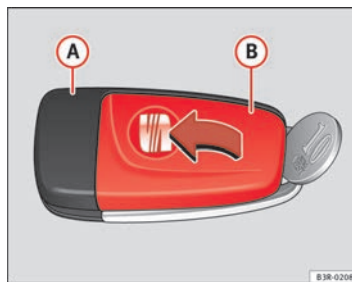

Fig. 69 Llave principal: Abrir la tapa
- Separe **con cuidado**, haciendo palanca con una moneda, la parte de la llave ⇒ fig. 69 A y la tapa B.